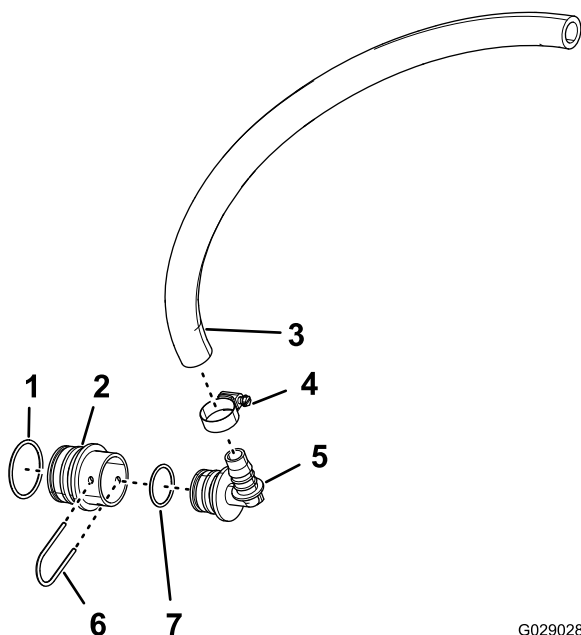

Figure 37
rainure du raccord à 90° à emboîtement (Figure 37).
- Montez le raccord à 90° à emboîtement ans le raccord réducteur et fixez les raccords avec un étrier de maintien (Figure 37).
- Branchez le flexible de transfert de 1,9 x 61 cm sur l'extrémité cannelé du raccord à 90° à emboîtement et fixez le flexible et le raccord avec un collier (Figure 37).